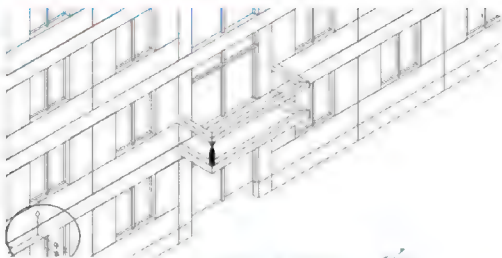

图 6.53 “花瓶”的一维视图
(5) 执行菜单栏中的【视图】|【视口】|【合并】命令。
① 在选择主视口<当前视口>: 提示下, 按 Enter 键, 表示选择当前视口。
② 在选择要合并的视口: 提示下, 在另外一个视口内单击, 这样又将两个视口合并为一个视口。
(6) 执行菜单栏中的【视图】|【三维视图】|【西南等轴测】命令, 结果如图 6.53 所示。
(1) 注意观察图 6.53 内的坐标系, 需将其调整为世界坐标系。